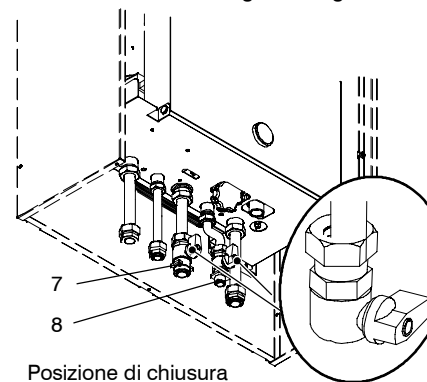

fig. 6.2
- 3 Richiudere il rubinetto gas 7 in fig. 6.2